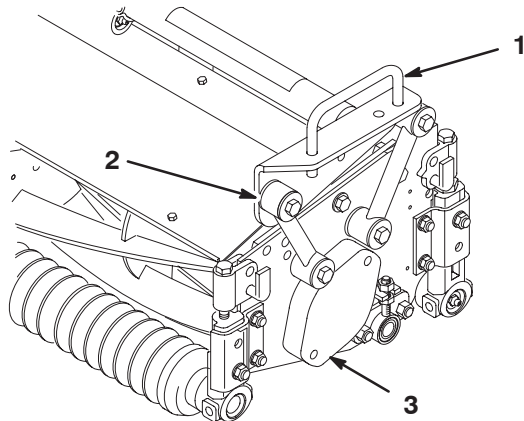
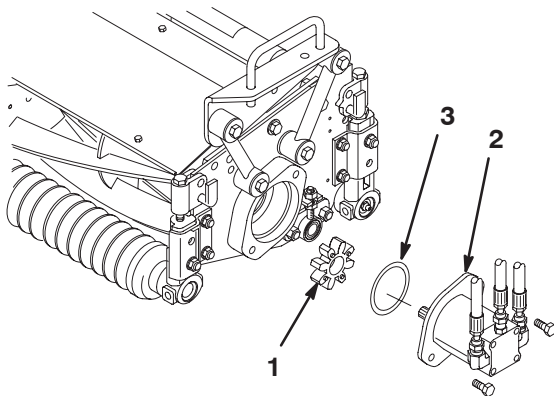

Figure 3
Figure 7
2. Placez un bâti porteur sur chaque plateau de coupe en alignant les trous de fixation avec les bielles de montage (Fig. 3).
3. Fixez chaque biellette au bâti porteur avec une vis d'assemblage (3/8 x 2-1/4 pouce), 2 rondelles plates et un contre-écrou, comme illustré à la Figure 3. Placez une rondelle de chaque côté de la biellette lors du montage. Serrez à 42 Nm.
2. Déposez le couvercle du logement de roulement (Fig. 3) de l'extrémité intérieure du plateau de coupe droit. Posez le couvercle et le joint (fourni avec le plateau de coupe) sur l'extrémité extérieure. Repérez l'accouplement en étoile (Fig. 7) expédié dans le logement de roulement.
3. Placez le joint torique (fourni avec le plateau de coupe) sur le flasque du moteur d'entraînement (Fig. 7).
4. Posez le moteur et l'accouplement en étoile du côté entraînement du plateau de coupe et fixez-les avec 2 vis d'assemblage fournies avec le plateau de coupe (Fig. 7).